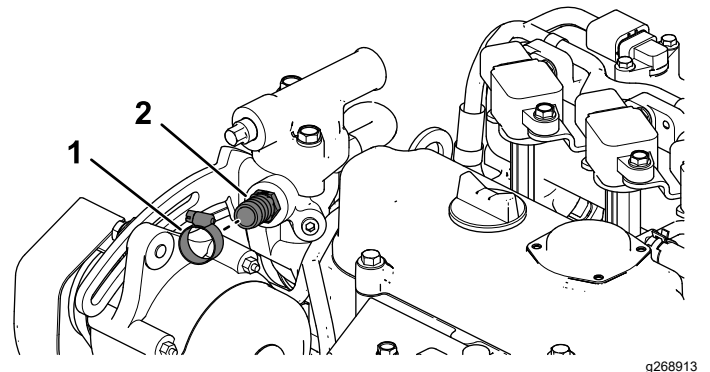

図 13
- B. ストレートフィッティング $\frac{5}{8}$ "をホースクランプで取り付ける  図 13。